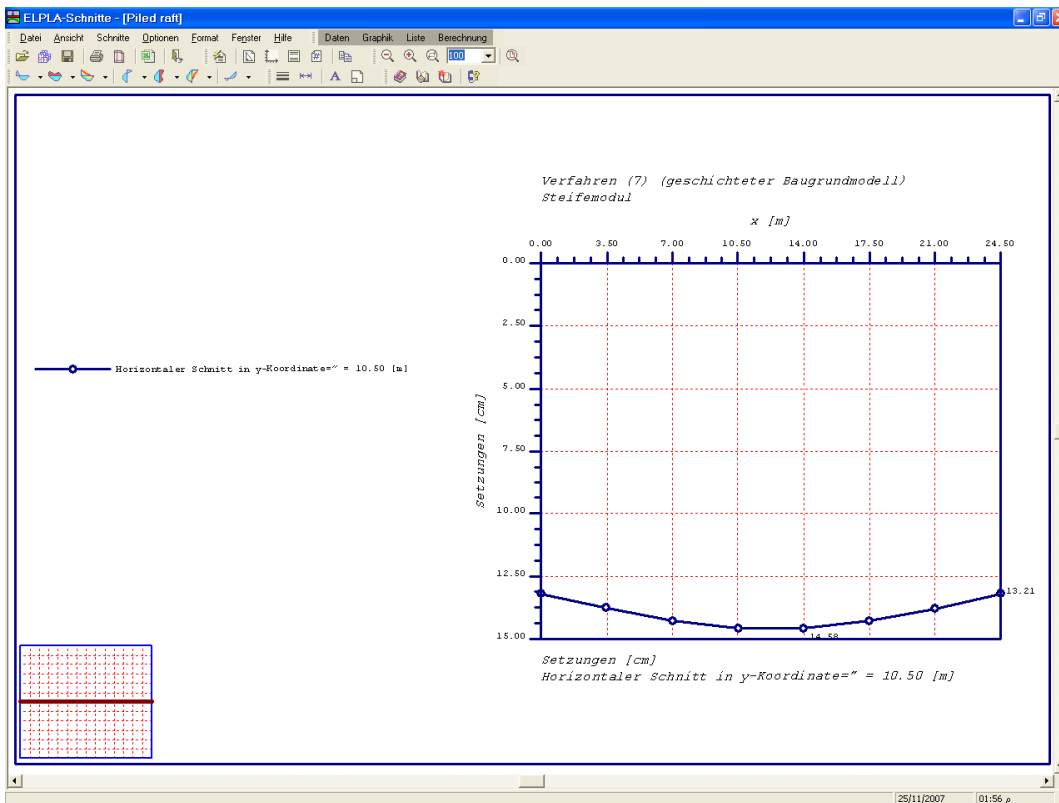

Bild 12-40 Diagramm der Setzungen in x -Richtung in der Mitte der Platte
- Klicken Sie auf "OK". Die Setzungen werden in einem Diagramm dargestellt (Bild 12-40)